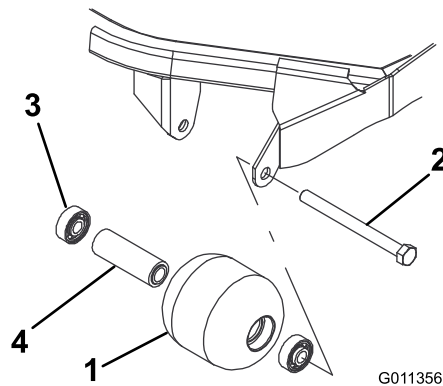

Рисунок 72
1. Снимите болт крепления валика (Рисунок 72).
повреждений (Рисунок 72). Замените все поврежденные компоненты и соберите их.
1. Запрессуйте передний подшипник в корпус валика (Рисунок 72). Прикладывайте усилие только к наружному кольцу или одинаковое усилие к внутреннему и наружному кольцам.
2. Вставьте втулку подшипника (Рисунок 72).
3. Запрессуйте второй подшипник в корпус валика (Рисунок 72). Запрессуйте, нажимая с одинаковым усилием на внутреннее и наружное кольца до тех пор, пока внутреннее кольцо не войдет в контакт с проставкой.